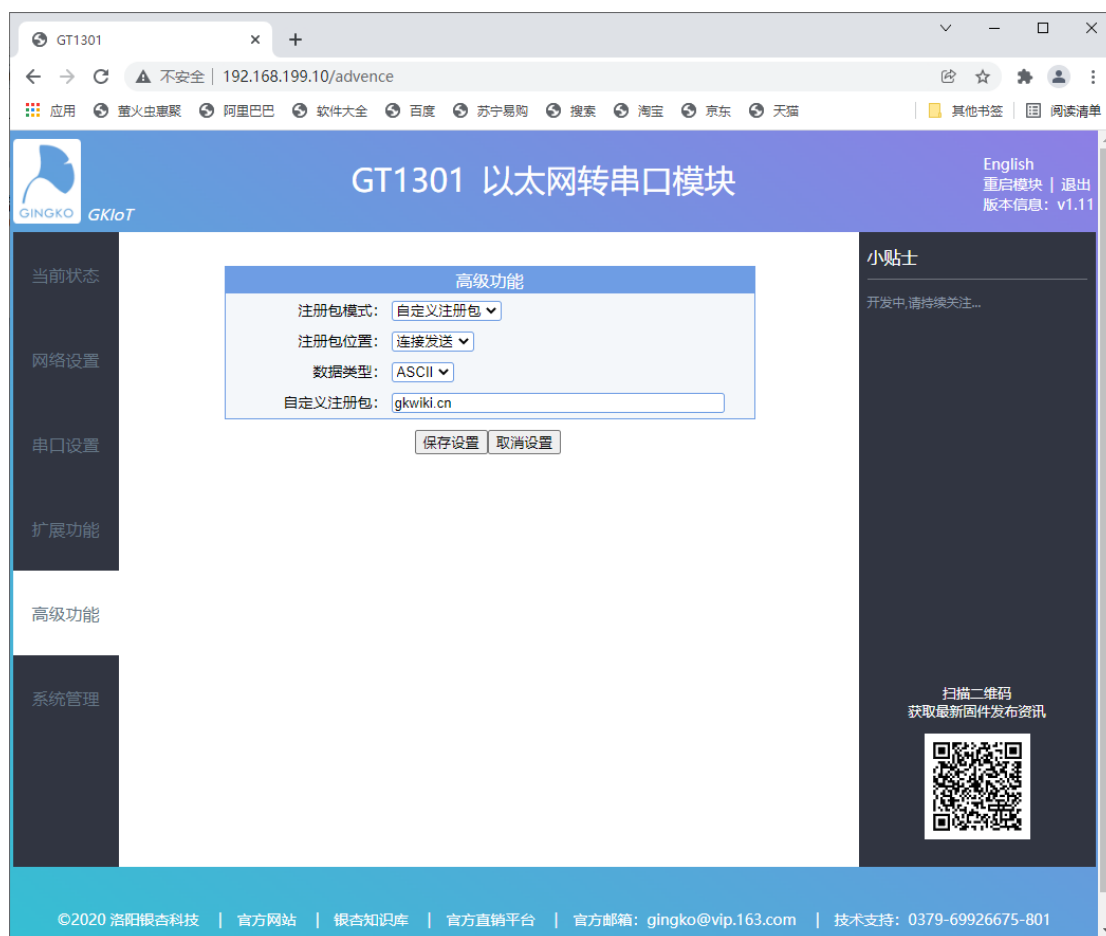

图 15-5 注册包配置界面
- 2) 在高级功能项中配置注册包参数，并点击“保存设置”，如图 15-5 所示；